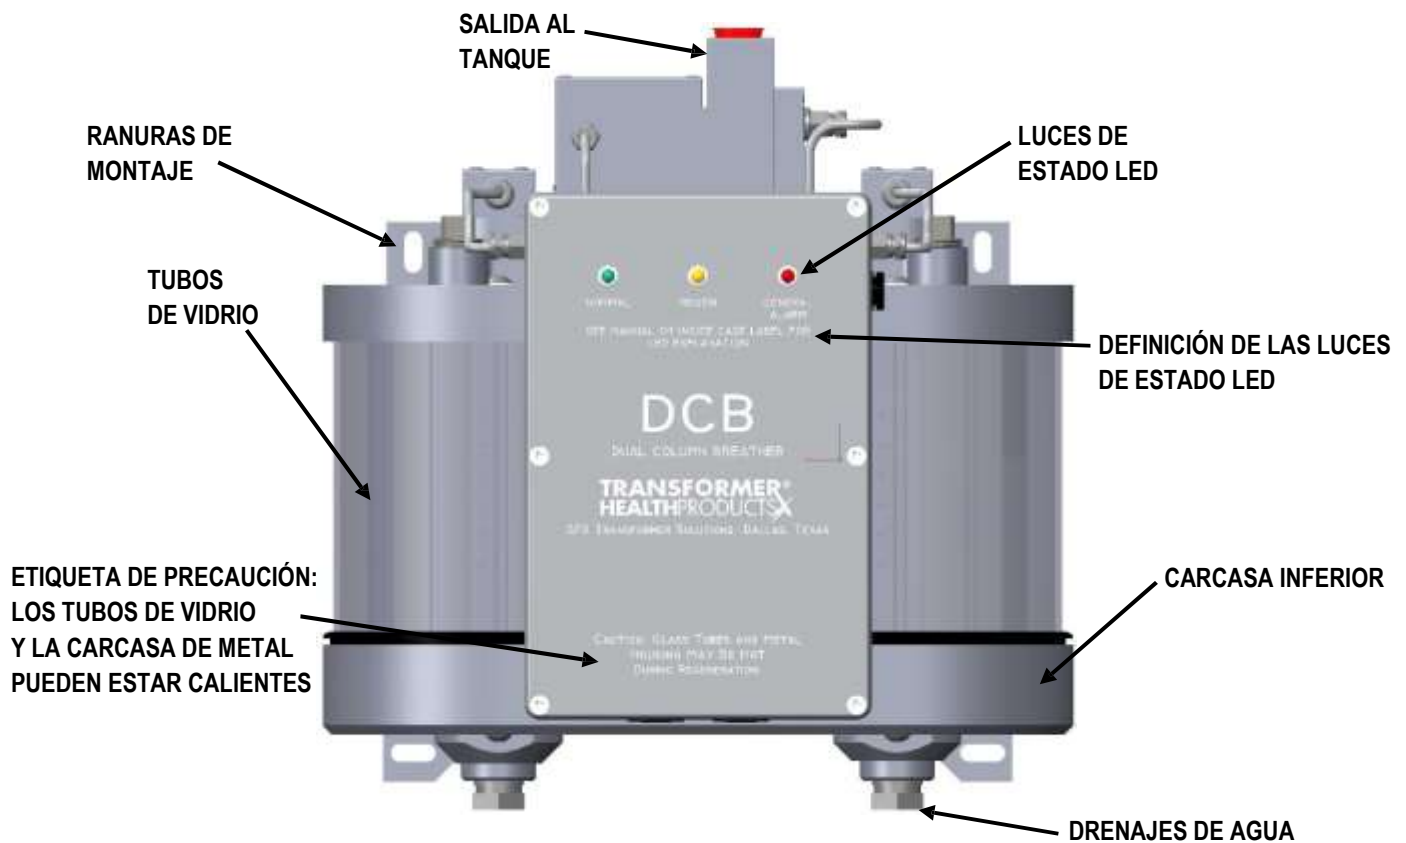

Figura 3: Instalación de Etiquetas del DCB
- 3) Instale el conector de la manguera de modo seguro (consulte la Figura 3 en la página 10). Es necesario utilizar un sellador de roscas o cinta roscada (si el conector de la manguera no está ya preencintado con teflón) para impedir que el agua inunde la cámara de gel de sílice.